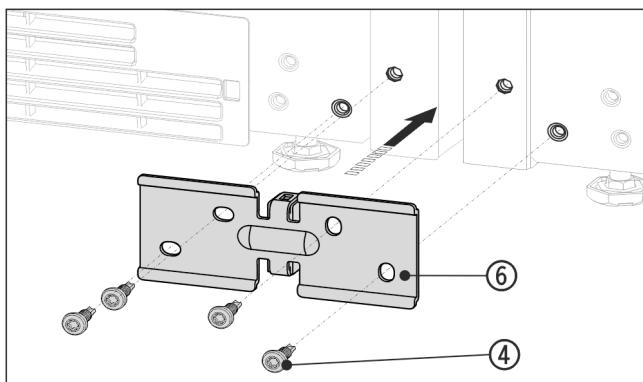

Fig. 15 Zobrazení příkladu
- Úhelník Fig. 15 (6) zasuňte rozpěrným kusem mezi přístroje a přišroubujte 4 šrouby Fig. 15 (4) bez utahování.